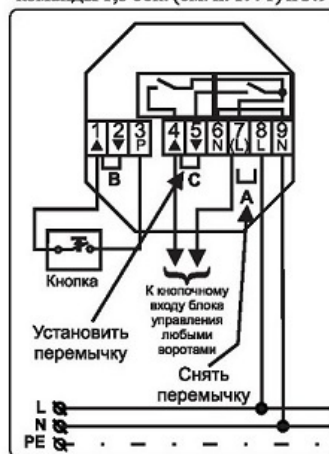

Рисунок 2.
- Снять перемычку между контактами 8 и 7 (см. рис. 2, обозначение А). Теперь контакты исполнительных реле устройства гальванически развязаны с сетью ~230 В — можно коммутировать нагрузку до 3 А ~250 В или 3 А =30 В.
- Установить перемычку между контактами 4 и 5 (см. рис. 2, обозначение В). Перемычка, установленная между контактами 4 и 5, обеспечивает замыкание контактов реле при каждом нажатии на кнопку мини-пульта.
Снятие перемычки (обозначение «А» см. рис. 2) между контактами 7 и 8 обеспечивает гальваническую развязку с сетью 230 В. При снятой перемычке на контакт 7 можно подавать любое напряжение до 3 А ~250 В или 3 А =30 В и коммутировать его с помощью устройства.